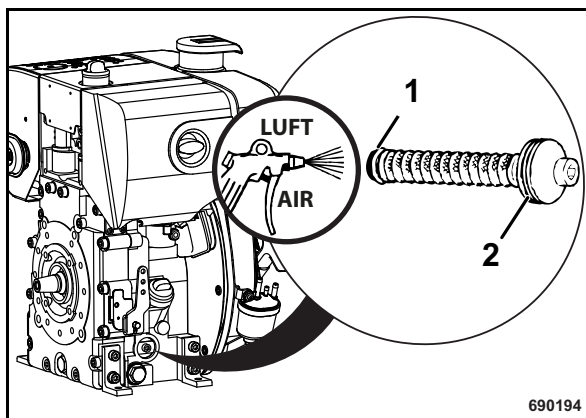

Fig. 45
- Soltar el tornillo de fijación por unas 5 vueltas, y extraer el filtro del aceite de motor de la carcasa (Fig. 45).